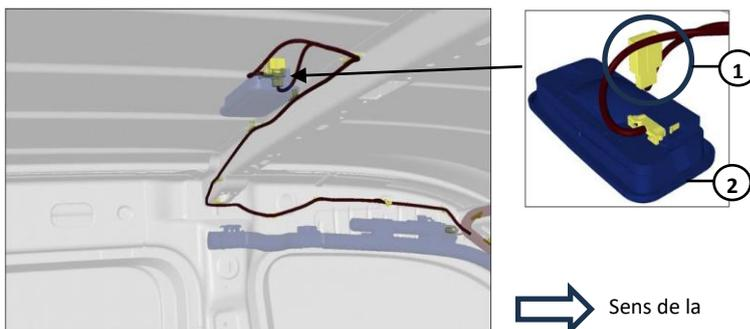

Fig. 4 : Position du point de couplage sur le pavillon, pour le gyrophare de la cabine double
- Un point de couplage se trouve sur le pavillon, au niveau du feu intérieur situé au milieu du compartiment passagers (voir Fig. 4). Le connecteur est situé sur le feu intérieur. Le point de couplage est décrit à la fin du chapitre.